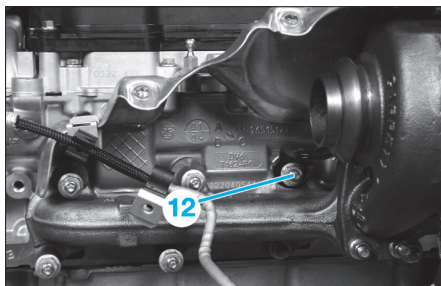

Fig. 62
- le tuyau d'alimentation en huile (10) du turbocompresseur,
- la durit de retour d'huile (11) du turbocompresseur,
- la patte de renfort (12) (Fig.62),